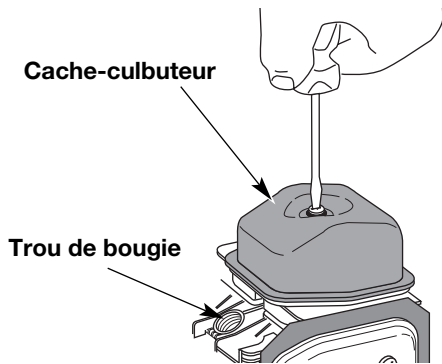

Fig. 36
7. Nettoyez toute saleté autour du cache-culbuteur. Retirez la vis retenant le cache-culbuteur à l'aide d'un tournevis à lame plate large ou à mèche no. T-25 Torx (Fig. 36). Enlevez le cache-culbuteur et le joint.
- Le piston est au sommet de sa course lorsqu'on regarde par le trou de la bougie (Fig. 36)